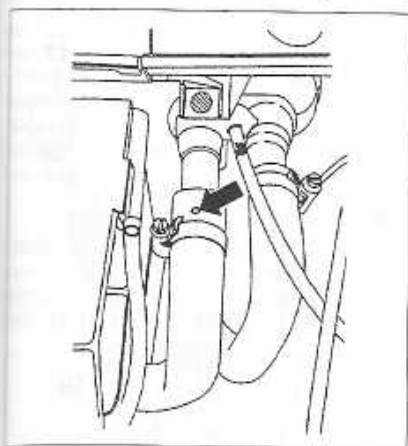

FIGURE 1-16
- Détacher la durit du radiateur de chauffage et la repousser jusqu'à ce que le trou d'aération de la durit ne soit plus masqué et la serrer (figure 1-16).